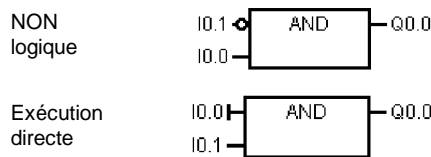

Figure 5-5 Conventions LOG
- Symbole de négation : La condition de négation logique (NOT) de l'opérande ou du flux de signal est représentée par un petit cercle sur l'entrée. Dans la figure 5-5, Q0.0 est égal à NON I0.0 ET I0.1. Les symboles de négation ne sont valables que pour les signaux booléens pouvant être indiqués comme paramètres ou flux de signal.
- Symbole d'exécution directe : Comme illustré à la figure 5-5, l'éditeur LOG signale une condition d'exécution directe d'un opérande booléen par une ligne verticale sur l'entrée d'une opération LOG. Le symbole d'exécution directe entraîne la lecture directe de l'entrée physique indiquée. Ces symboles ne sont valables que pour les entrées physiques.